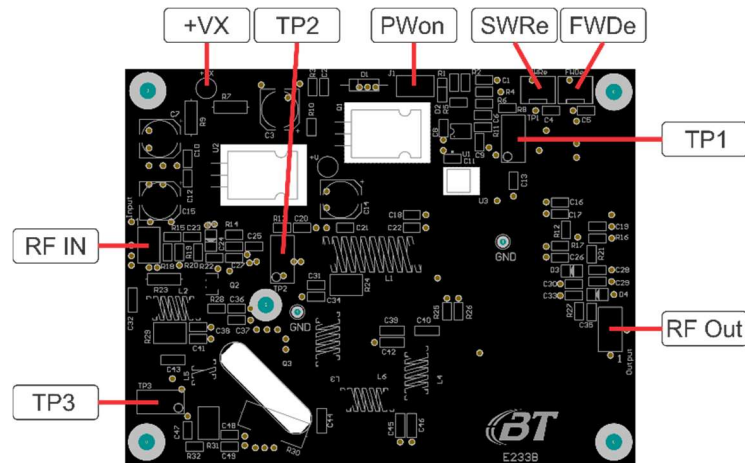

Figura 12: Amplificador de RF - E233B
2.5.2 Amplificador de RF, E233B, Figura 12: